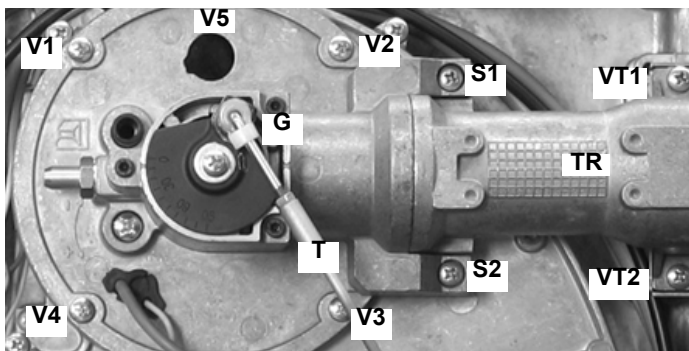

Рис. 8
- 1 Освободить стержень **T** (Рис. 8) и вынуть его из ложа наружу.
- 2 Снять винты **V1, V2, V3, V4, V5, VT1** и **VT2** (Рис. 8).